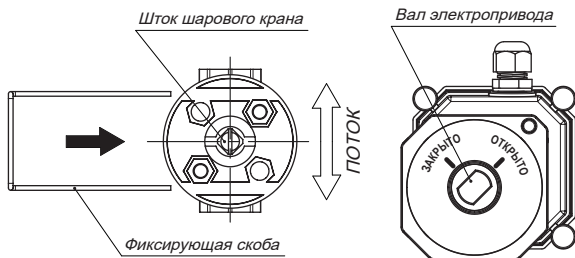

Рис. 1. Ориентация штока шарового крана и вала электропривода Gidrolock Ultimate BS.
1) Перед установкой быстроразъёмного соединения необходимо правильно сориентировать шток шарового крана и вал электропривода. Кран должен находиться в открытом состоянии. Продольная риска на штоке шарового крана должна располагаться вдоль движения потока. Вал электропривода должен находиться в положении ОТКРЫТО (рис. 1).